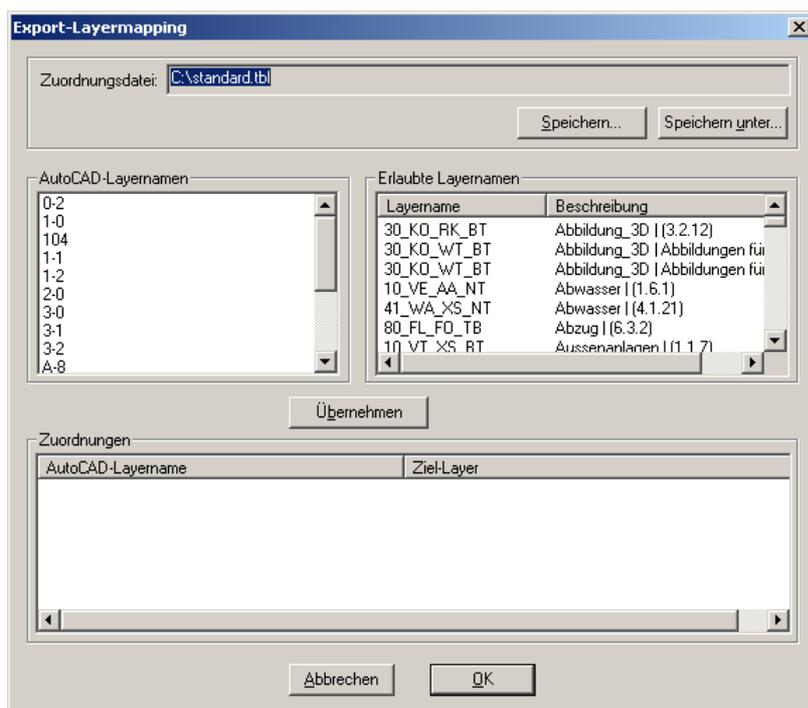

Abbildung 9.3: Dialog Layerzuordnung
1. **Manuelle Zuordnung der betreffenden Layernamen:** Es wird eine Maske zur manuellen Zuordnung der Layer geöffnet. Die Maske ist in Bild 9.3 dargestellt.
Entscheidet sich der Benutzer für die erste Variante, wird der Dialog zur manuellen Zuordnung geöffnet (Bild 9.3). Im oberen Bereich sind zwei Listen angeordnet. In der linken werden die Namen der noch nicht zugeordneten AutoCAD - Layernamen dargestellt, in der rechten die erlaubten Layernamen für das gewählte Fachgebiet. Die linke Liste bietet Mehrfachselektion, die rechte nur Einzelselektion. Durch das Wählen von Elementen in beiden Listen und anschließendes Betätigen der Schaltfläche **Übernehmen** werden die Zuordnungen in die Tabelle unten eingetragen. Die soeben zugeordneten AutoCAD - Layernamen werden dabei aus der linken Liste entfernt, so dass nach vollständiger Zuordnung diese Liste leer ist. Bereits erfolgte Zuordnungen können durch Selektieren in der Tabelle und anschließendes Drücken der **Entfernen**-Taste gelöscht werden, so dass ein Verändern/Korrigieren der Eingaben möglich ist. Der Name der aktuellen Mapping-Datei wird in der ersten Zeile des Dialogs dargestellt. Die Festlegung der Mapping-Datei erfolgte über den Optionen-Dialog vor der Konvertierung (siehe Bild 9.1). Wird der Dialog dagegen mit **Abbrechen** beendet, werden die Änderungen verworfen.
Da das zugrundeliegende Fachgebiet vor der Konvertierung bei den Mapping-Einstellungen festgelegt wird, ist bei einer manuellen Zuordnung während der Übertragung bekannt, welche Sektion der Datei die erlaubten Layernamen enthält. Nur diese werden im Zuordnungsdialog (Bild 9.3) als gültige Ziellayer aufgelistet.